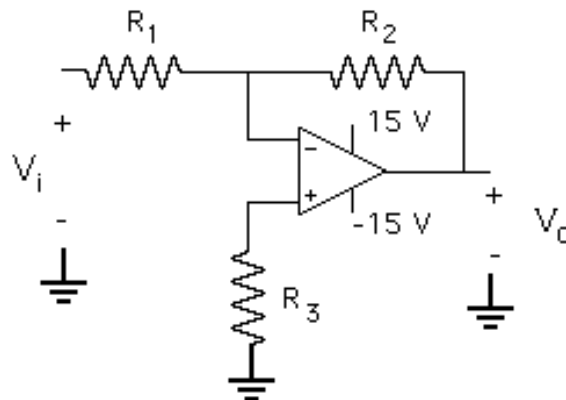

Figura 5.- Amplificador inversor
- 23.- Una vez estudiados los tres tipos de análisis que se van a manejar, **TRANSIENT**, **AC Sweep** y **BIAS POINT DETAIL**, pueden aplicarse a circuitos más complejos, que incluyen componentes electrónicos, como por ejemplo un amplificador operacional. Los componentes electrónicos que se encuentran en el menú de dispositivos tienen asociadas rutinas de programación mediante las cuales se realizan los cálculos de los voltajes y las corrientes en dichos dispositivos cuando se encuentran en un circuito determinado. En la Figura 5 se presenta un amplificador inversor diseñado con un amplificador operacional, el cual se encuentra alimentado con dos fuentes DC de +15V y -15V. Seleccione el amplificador operacional 741 (**uA741**) del menú de dispositivos, y complete el circuito de la Figura 5. **Coloque cuidadosamente las fuentes DC** en los terminales correspondientes, **observando con atención los signos indicados en el circuito** y asigne a los componentes los valores indicados por su profesor. Coloque marcadores para observar el voltaje de entrada  $V_i$ , el voltaje de salida  $V_o$ , el voltaje en cada una de las fuentes DC, el voltaje en la entrada inversora y el voltaje en la entrada no inversora del operacional.